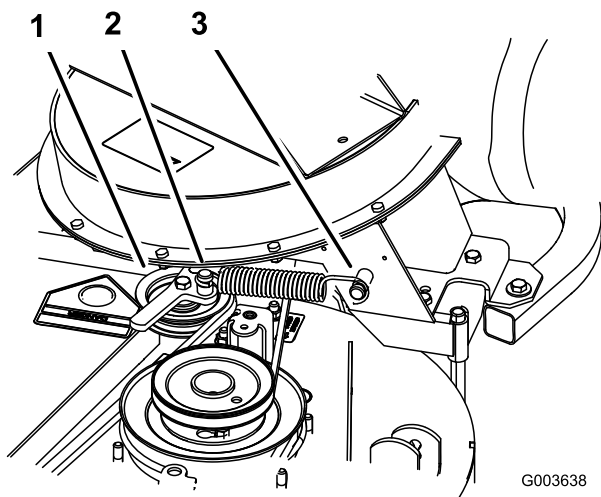

Figura 17
- Instale el muelle según se muestra en Figura 17.